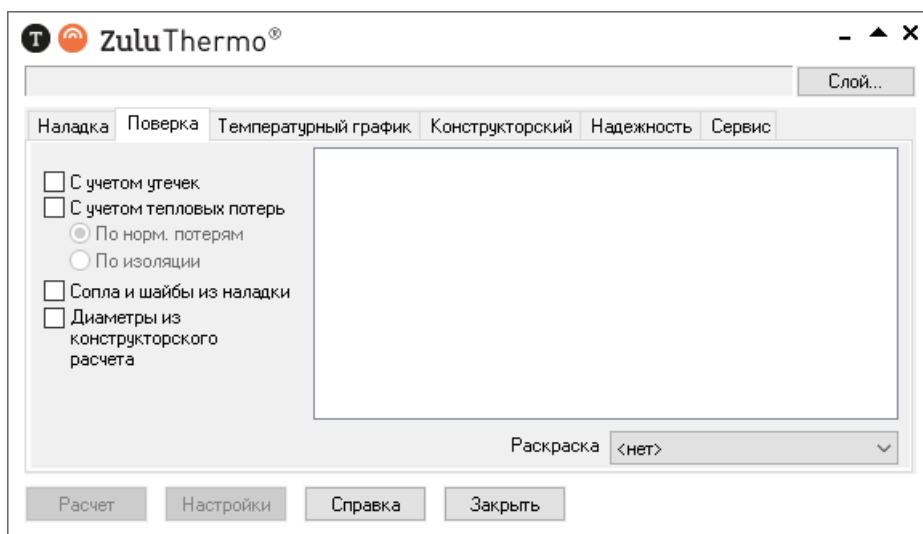

Рисунок 19.4. Окно теплогидравлических расчетов ZuluThermo
1. Выберите команду главного меню Задачи|ZuluThermo или нажмите кнопку  панели инструментов. На экране появится окно теплогидравлических расчетов (Рисунок 19.4, «Окно теплогидравлических расчетов ZuluThermo»).